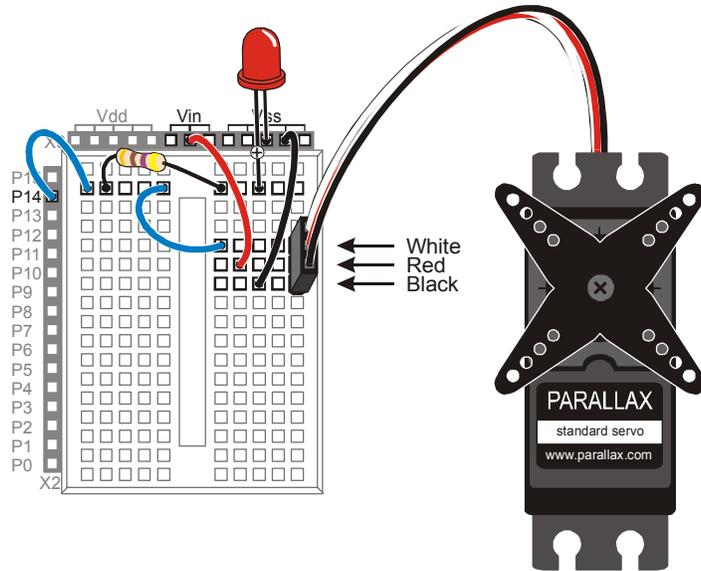

Figura 4-11
- ✓ Collegare il Servomotore al connettore del Servomotore come mostrato nella Figura 4-11.